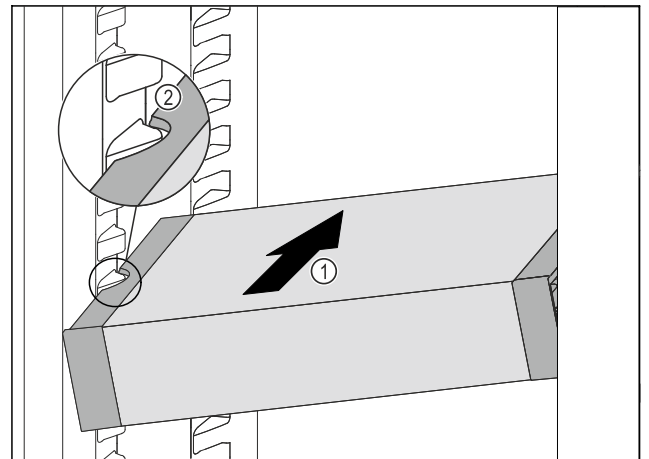

Fig. 95
- ▶ A VarioSafe fiókot ferdén tolja be a hűtőrészbe Fig. 95 (1) annyira, hogy a VarioSafe oldalsó kivágásai Fig. 95 (2) a hűtőrészben a tartóborða magasságában legyenek.